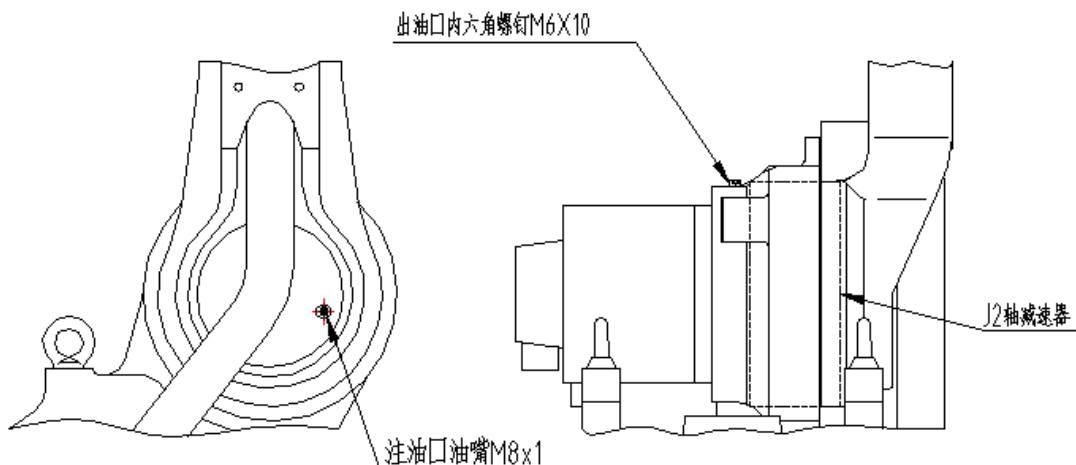

图 14 J2 轴减速机局部结构
5.3.1.2 油脂更换步骤（参考图 14）
5.3.2.1 油脂补充步骤 (参考图 14)
5.3.2.2、油脂更换步骤 (参考图 14)